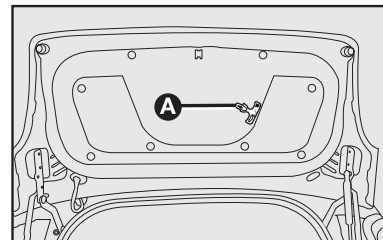

fig. 67
- Para obter o desbloqueio mecânico da tampa do porta-malas, atuando pelo interior do vão do porta-malas, agir na alavanca puxando-a para a direita **A-fig. 67**.